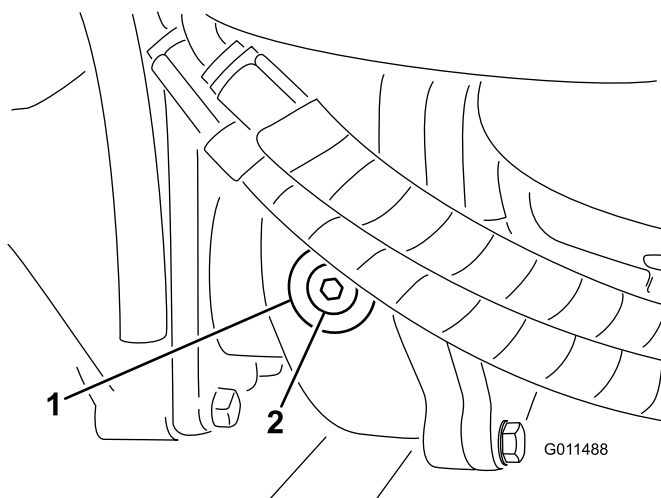

Рисунок 62
2. Снимите пробку контрольного/заливного отверстия с левой стороны редуктора и убедитесь, что масло доходит до нижней кромки отверстия (Рисунок 62).